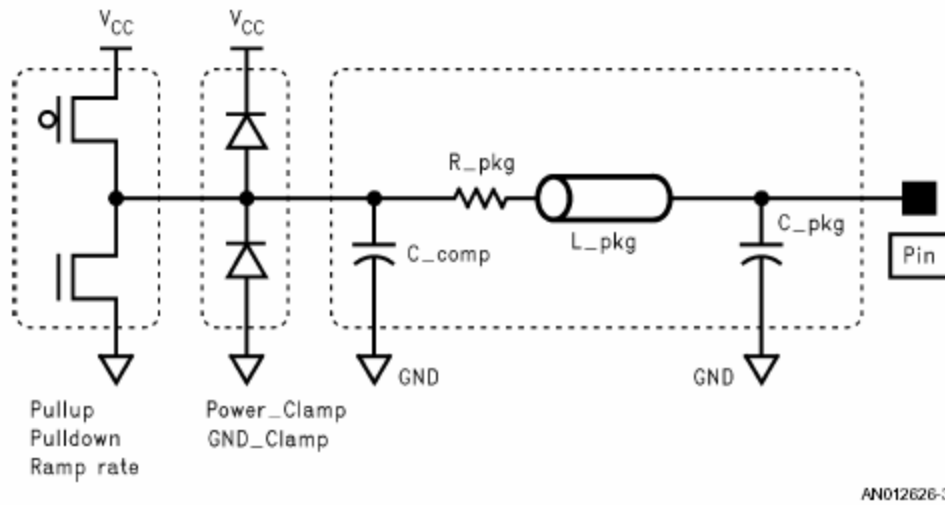

图 3：IBIS缓冲器模型的RLC封装参数
1. 封装寄生参数。早期版本中，封装寄生参数通常用集总RLC参数表示，如图3所示。但对于更高频率的仿真应用，为了更精确的模拟封装特性，IBIS规范也支持RLCG矩阵形式的封装模型，从而提高仿真精度。